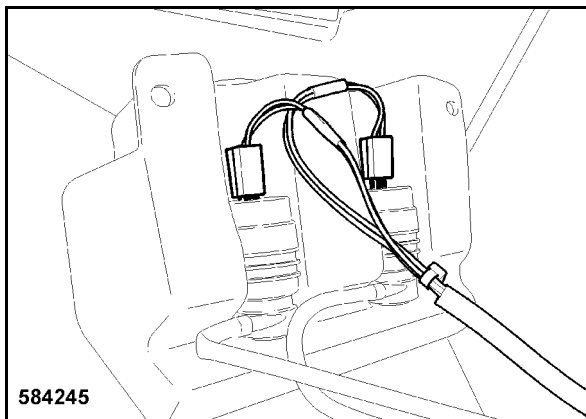

Fig. 257
- Encajar las clavijas de conexión de las bombas del lavaparabrisas (Fig. 257).